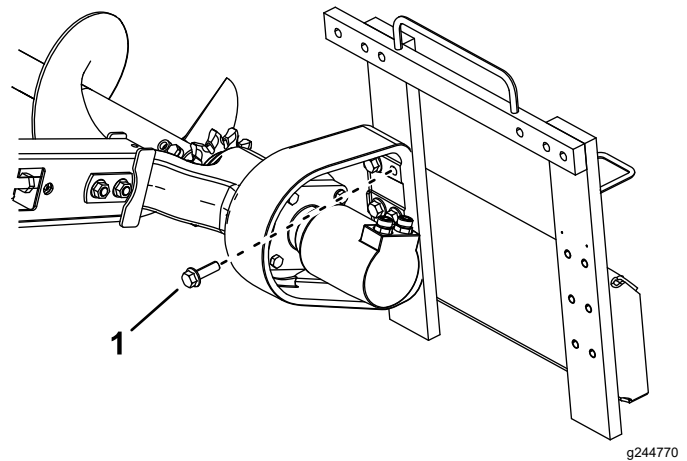

Figura 9
1. Parafuso (6)
5. Instale a cabeça na estrutura com os seis parafusos removidos previamente (Figura 9).